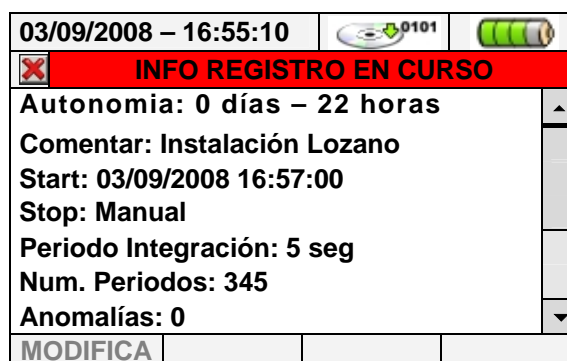

Fig. 133: Pantalla información registro en curso con sistema NFV configurado
3. En la pantalla de la Fig. 133 se encuentran las siguientes informaciones: